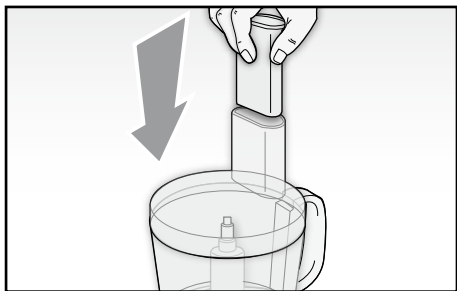

Fig. 8
- Se durante il funzionamento si rendesse necessario aggiungere alimenti, utilizzare il foro presente sul coperchio (O). Spingere gli alimenti inseriti con l'ausilio del premicibo (G) (Fig. 8).